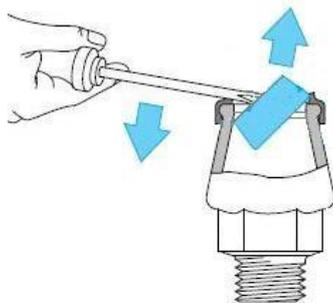

Figura 6
1. Rimuovere con attenzione l'anello di bloccaggio (v. Figura 6, non rovinare il rivestimento epossidico).